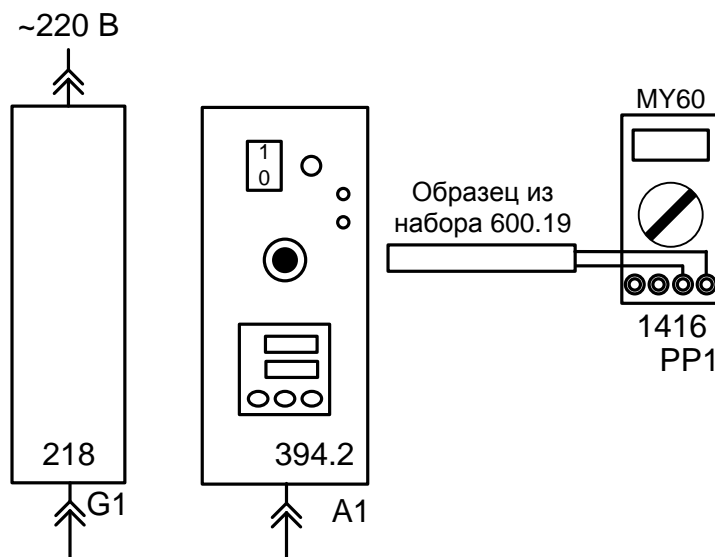

Рис. 1.2. Схема для определения температурного коэффициента сопротивления.
- Проверьте схему электропитания блоков электронагревателя (394.2) и источника питания G1 (218). Убедитесь, что выключатели «СЕТЬ» этих блоков отключены.
- Соедините блоки в соответствии со схемой электрической соединений рис. 1.2.
Схема электрических соединений при определении температурных коэффициентов сопротивления показана на рис. 1.2.